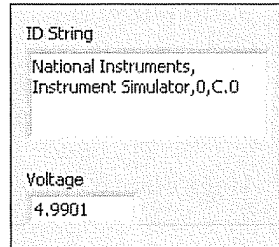

Figura 9-24. Ventana del panel frontal del VI GPIB IIOA Read B
8. Abra la ventana del panel frontal. La ventana del panel frontal debe ser similar a la de la figura 9-24.